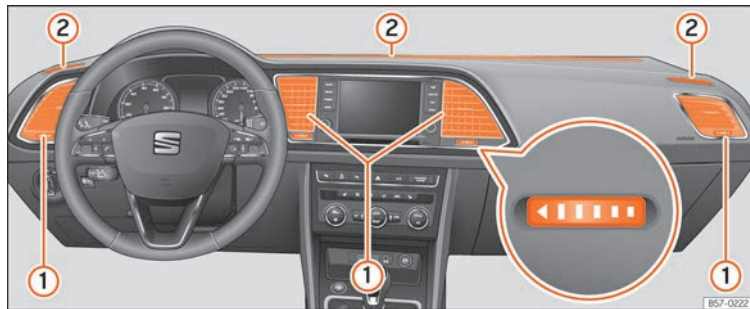

Fig. 185 Sur la planche de bord : diffuseurs d'air. »
Pour garantir le chauffage, le refroidissement et la ventilation à l'intérieur de l'habitacle, les diffuseurs d'air » fig. 185 ① doivent rester ouverts.